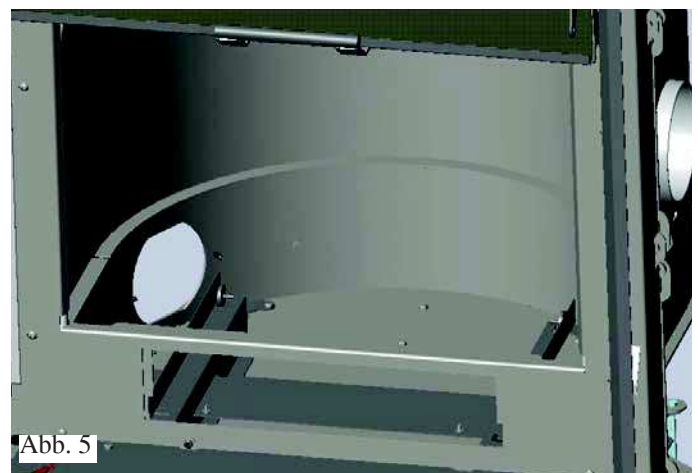

Abb. 5
- Die folgenden Komponenten entfernen (Abb. 5):